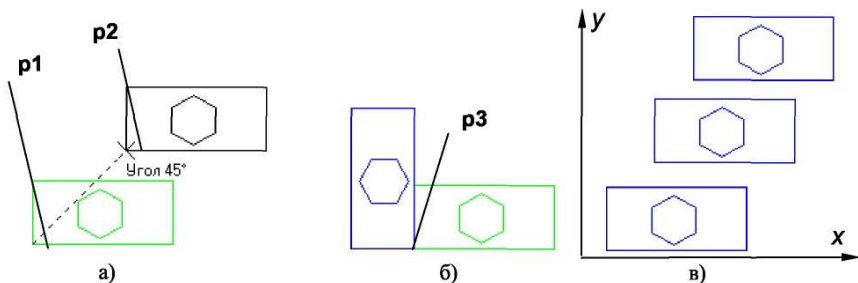

Рис. 4.3. - Примеры использования команд сдвига и копирования объектов
- 3) указать положение базовой точки **p1** (рис. 4.3 а);
- 4) указать новое положение базовой точки **p2** (рис. 4.3 а);
- 3) указать положение базовой точки **p3**, относительно которой осуществляется поворот фрагмента (рис. 4.3б);
- **Копирование**. Копирование осуществляется смещением копии по осям **x** и **y** (рис. 4.3в).